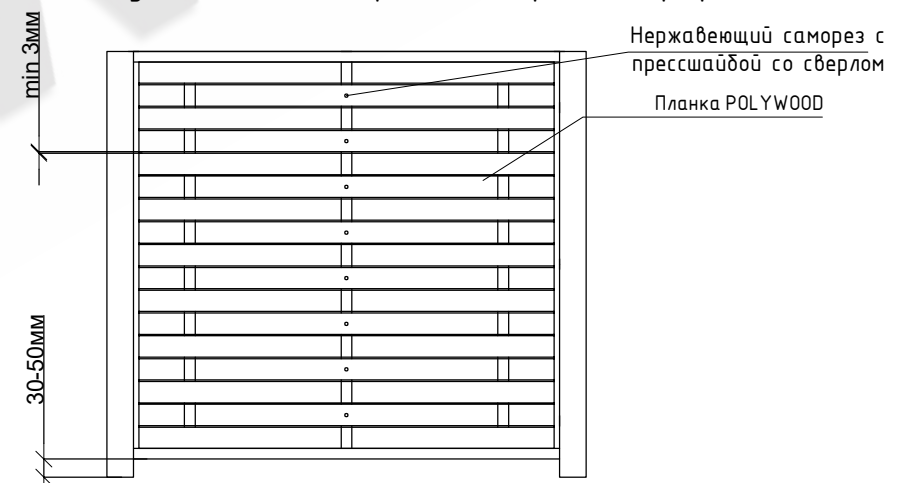

Рис. 12 Крепления заборной доски
- Расстояние между опорными профилями 500-700мм. (Рис.12)
- Требуется оставлять зазор между низом забора и землей 30-50мм. (Рис.12)
- Доски укладываются снизу вверх, протаскивая их между направляющими и устанавливая торцы в п-образный профиль. (Рис.12)